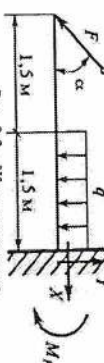

Рис. 3.3 – Жесткая заделка
24) Найти момент в заделке M_A , рис. 3.3.